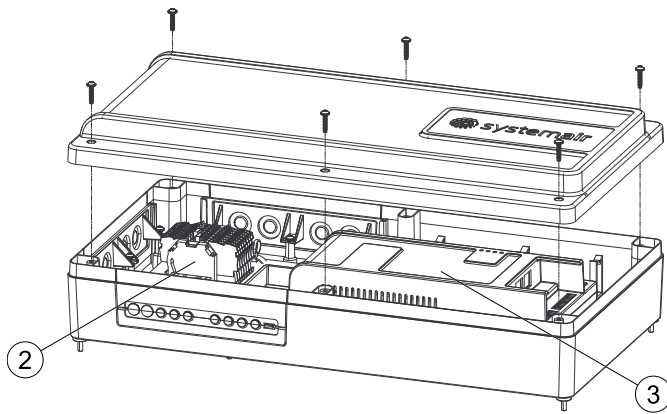

Fig. 23
Ouvrez le de commande le coffret de régulation figure 23. Dévissez le couvercle de connexion (1) et retirez le couvercle et le peigne avec les prises qui ferment hermétiquement la zone de connexion. Ouvrez une prise nécessaire pour connecter le NaviPad (2). Cela s'applique également aux autres connexions au régulateur.